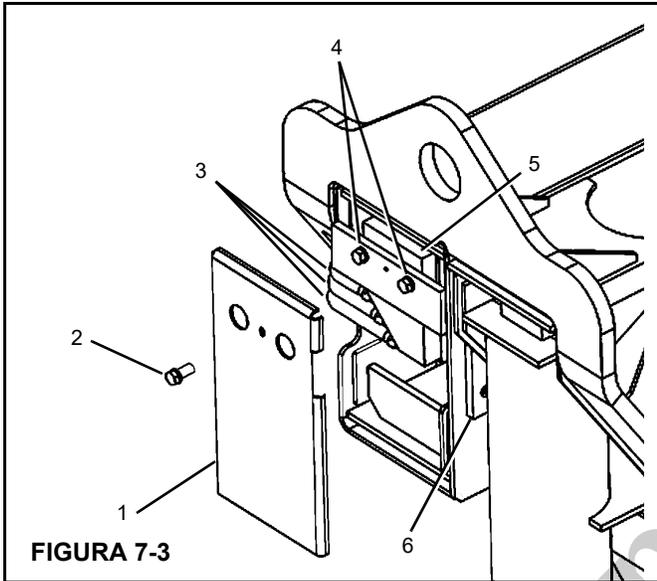

FIGURA 7-3
5. Marque y desconecte los tubos hidráulicos del extremo de la caja del estabilizador (Figura 7-3).
Revise la almohadilla de desgaste lateral no ajustable en la caja de estabilizador (Figura 7-3). Deberá haber una separación de 1.5 mm (0.06 pulg) entre la caja de estabilizador y la almohadilla de desgaste. Para corregir la separación, añada o retire suplementos en la almohadilla de desgaste.